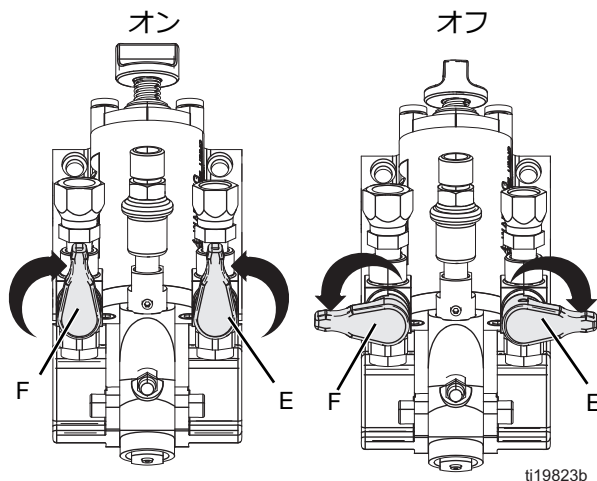

図 5 シャットオフバルブ
- 材料シャットオフバルブを閉じます。図 5。
5. 材料シャットオフバルブ (E、F) を閉じます。図 5。